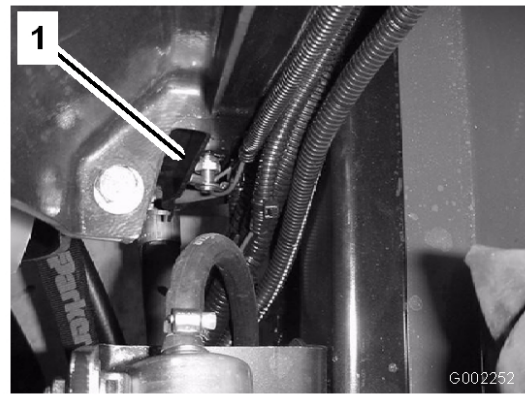

Bild 54
4. Öffnen Sie den Ablass (Bild 54) und lassen Sie das Kühlmittel in die Wanne ablaufen.